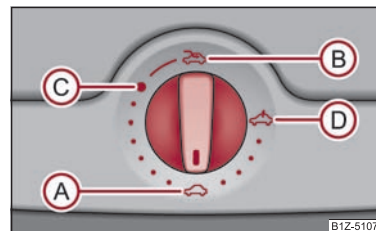

Fig. 35 Comutator rotativ pentru trapa/plafonul glisant electric
Trapa/plafonul glisant se poate deschide și închide când contactul este pus, de la comutatorul rotativ ⇒ fig. 35. Comutatorul rotativ are mai multe poziții.
- Rotiți comutatorul în poziția **(C)** ⇒ pagina 47, fig. 35.
- Rotiți comutatorul în poziția **(A)** ⇒ pagina 47, fig. 35.
comutatorul în poziția **(A)** ⇒ pagina 47, fig. 35 în față, până când trapa/plafonul glisant se închide complet ⇒ .
După fiecare acționare de urgență trapa trebuie adusă în poziția de bază. De aceea trebuie să rotiți comutatorul în poziția A ⇒ pagina 47, fig. 35 și să îl apăsați cca. 10 secunde. ■